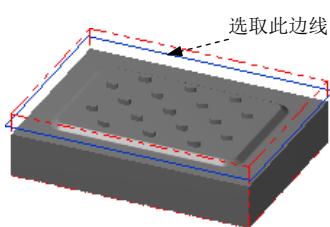

图 25.14 选取边界线
Step3. 设置加工边界。在 **Containment boundary** 区域中单击 ☒ 按钮，系统弹出“串连选项”对话框。在图形区中选取图 25.14 所绘制的边线，单击 ☒ 按钮，系统返回至“刀具路径的曲面选取”对话框。单击 ☒ 按钮，此时系统弹出“曲面粗加工等高外形”对话框。